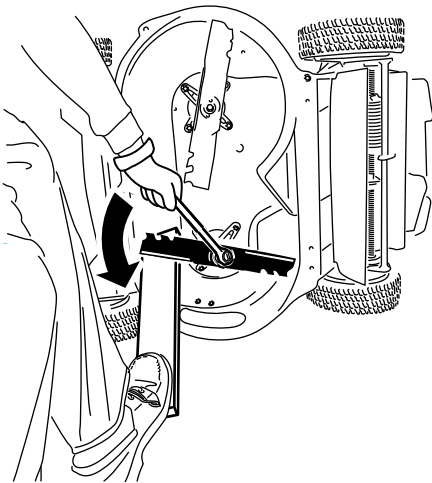

Figura 40
- Utilice un bloque de madera para inmovilizar cada cuchilla y gire el perno de la cuchilla en el sentido contrario a las agujas del reloj, según se muestra en Figura 40.